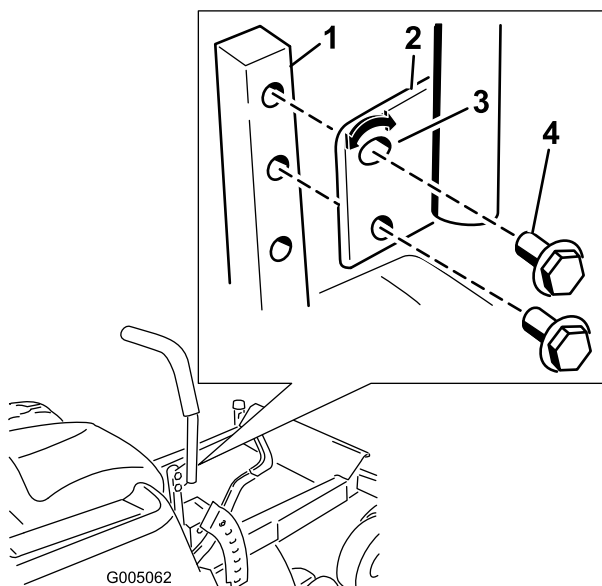

Bild 20
1. Entfernen Sie die beiden Schrauben, mit denen der Schalthebel am Schalthebelarm befestigt ist (Bild 20).
2. Setzen Sie den Schalthebel in die nächste Lochposition. Befestigen Sie den Hebel mit den zwei Schrauben (Bild 20).
2. Lösen Sie die untere Schraube genug, um den Schalthebel nach vorne oder hinten zu drehen (Bild 20). Ziehen Sie beide Schrauben fest, um den Schalthebel in der neuen Stellung zu arretieren.